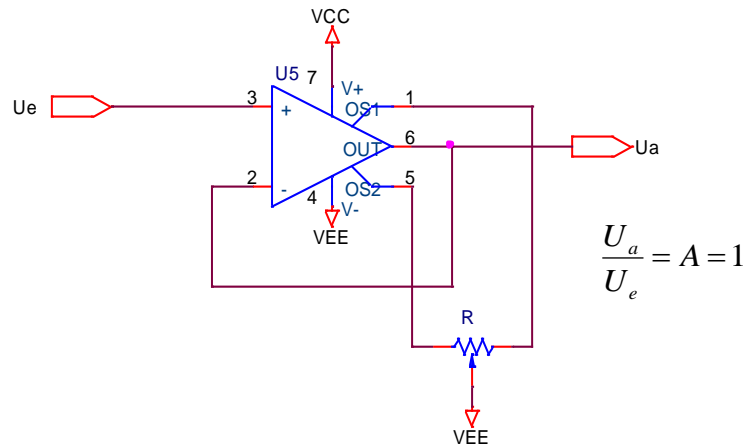

Abbildung 1: Spannungsfolger mit $\mu A741$.
3. Ermitteln Sie die Grenzfrequenz (-3 dB) der Schaltung bei Kleinsignalaussteuerung (Eingangsspannung sinusförmig mit 100 mV (pp)) (Bild 1).
1. Stellen Sie Verstärkungen von +10 (z.B. mit 2k, 18k) und +101 ein und ermitteln Sie die Grenzfrequenzen der Schaltung (Eingangssignal = 100 mV (PP) Sinus). Bis zu welcher Eingangsspannung können diese Grenzfrequenzen erreicht werden ohne dass eine Verzerrung infolge Slew Rate auftritt ? (Bild 1,2)
1. Stellen Sie eine Verstärkung von -10 ein und ermitteln Sie die Grenzfrequenz der Schaltung (Eingangssignal = 100 mV (PP) Sinus). Bis zu welcher Eingangsspannung kann diese Grenzfrequenz erreicht werden ohne dass eine Verzerrung infolge Slew Rate auftritt ? Stimmt die Grenzfrequenz mit der Rechnung überein ? (Bild 1)
1. Speisen sie dem Folger eine Sinusspannung ein (z.B. 1kHz), überschreiten sie dabei den negativen Gleichtaktaussteuerbereich und messen sie die Ausgangsspannung. Was ist dabei zu beobachten ? (Bild 1)
1. Es ist der zeitliche Verlauf der Ausgangsspannung bei sinusförmiger Eingangsspannung zu ermitteln (mit und ohne C). (Bild 1)
1. Es ist der zeitliche Verlauf der Ausgangsspannung bei sinusförmiger Eingangsspannung zu ermitteln. (Bild 1)